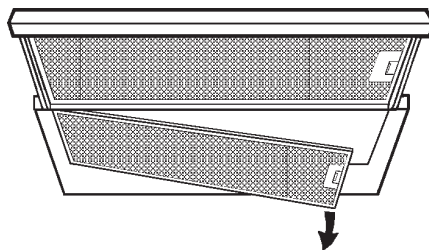

fig.1
2. A l'aide de la poignée, poussez l'arrêt vers l'intérieur, tirez le filtre vers le bas et retirez-le (fig. 1). Ouvrez le tiroir et procédez de la même façon pour retirer le second filtre.